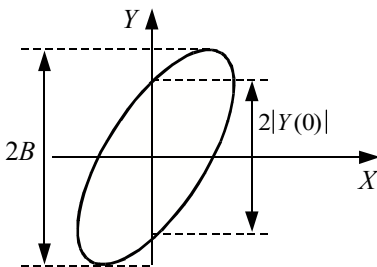

Рис.5. Фигура Лиссажу
Уравнения (13) задают в параметрическом виде эллипс (рис.5). При  $\varphi_C = \pm\pi$  эллипс переходит в отрезок прямой, при  $A = B$  и  $\varphi_C = \pm\pi/2$  - в окружность.
точности определения  $\varphi_C$  рекомендуется измерять (в делениях) и подставлять в (14) величины  $2|Y(0)|$  и  $2B$  (см. рис.5).